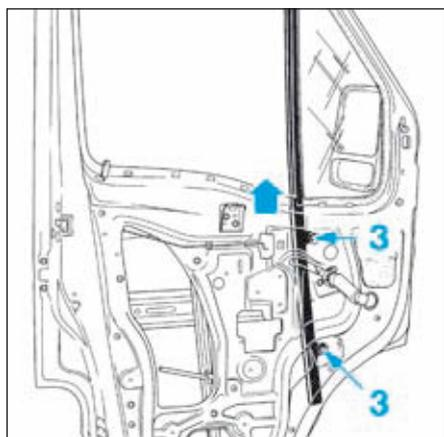

FIG.102
- Déposer les vis (3) (Fig.102) du montant fixe. La vis inférieure est accessible après avoir retiré un obturateur chaussé sur la doublure.